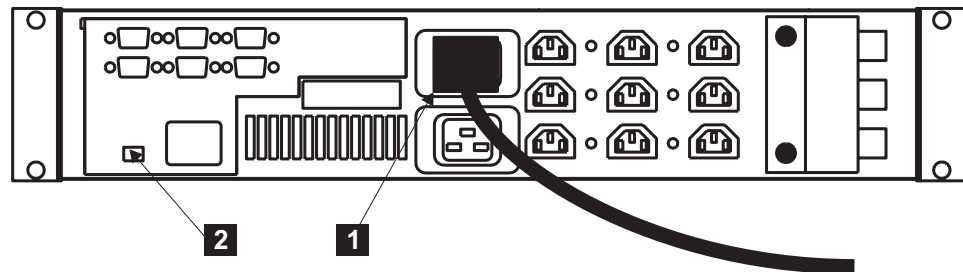

図 148. 2145 UPS 電源ケーブルの取り付け
9. 2145 UPS の後部で、2145 UPS の主電源ケーブルを電源ソケット **1** (図 148) に差し込みます。